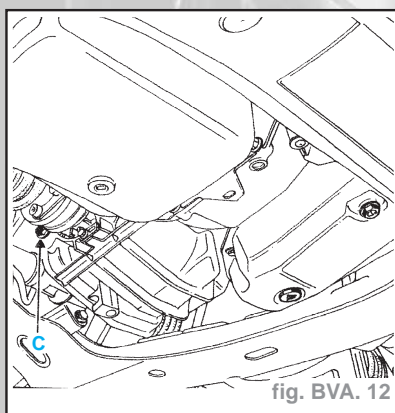

fig. BVA. 12
- Le remplissage et le niveau s'effectuent par le bouchon (**C**) par débordement après injection d'huile (fig. BVA. 12).